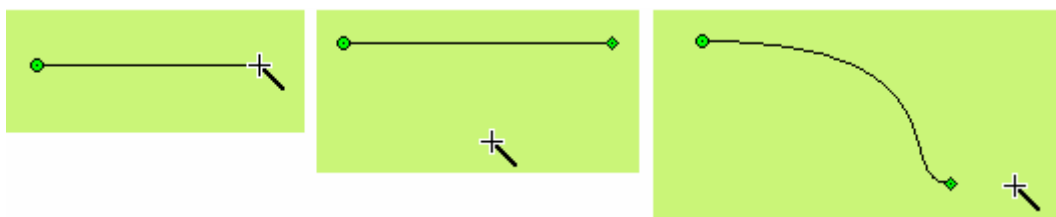

图 4-29 曲线操作
- 此时鼠标仍然是十字型, 移动鼠标到画面上的其他位置, 此位置是曲线/圆弧的终点, 按下鼠标左键不松开, 牵动鼠标在画面内移动, 然后松开鼠标, 再单击鼠标右键结束操作。如图 4-29 所示: